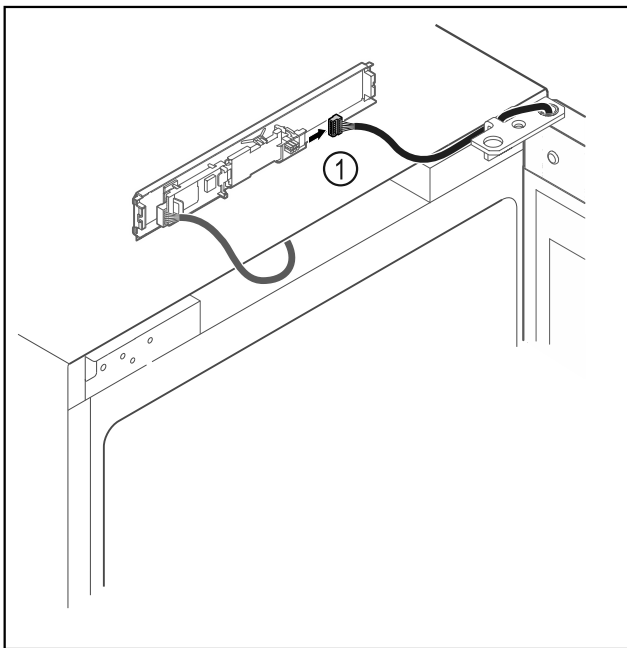

Fig. 12
- Vytáhněte zástrčku Fig. 12 (1) z desky.